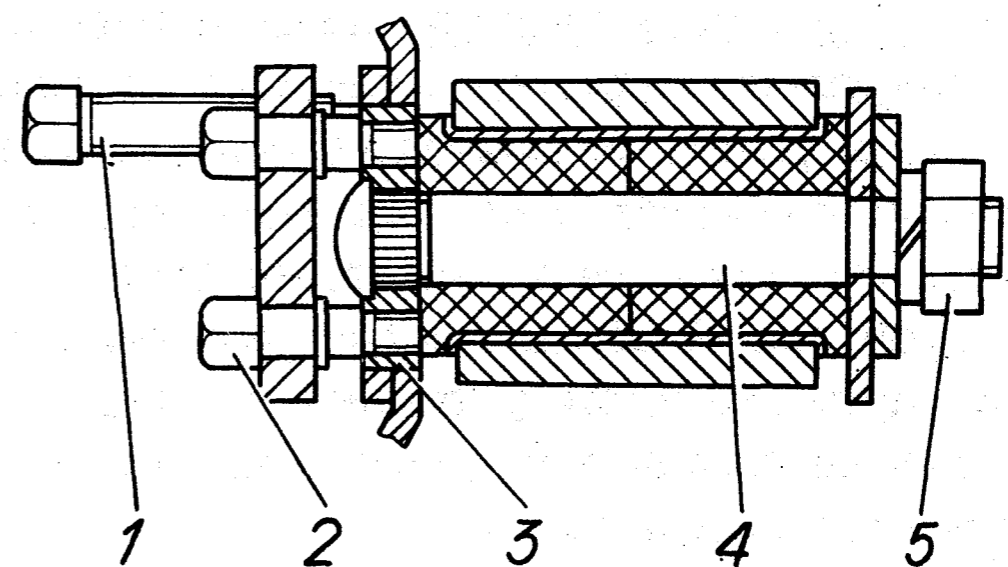

Рис. 151. Съемник пальца переднего кронштейна задней рессоры:
4. Выпрессовать палец 4 (рис. 151) переднего конца рессоры следующим образом: